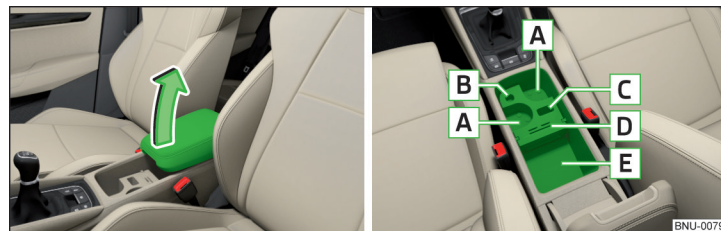

Fig. 113 Abrir el compartimento guardabultos/ espacio interior del compartimento
- Para **abrir**, elevar el apoyabrazos del guardabultos hasta el tope » fig. 113.
**Área interna del guardaoobjetos » fig. 113;**